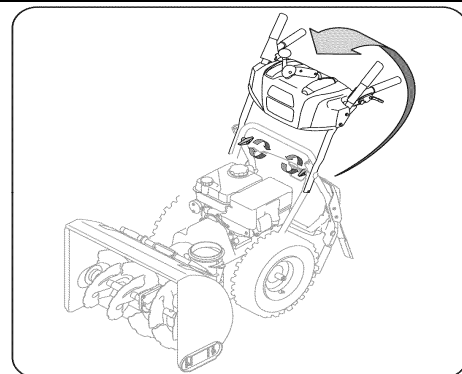

Рис. 1
- b. Потяните верхнюю ручку вверх и назад, как показано на Рис.1. Поворачивая ручку вверх, убедитесь, что оба конца центрального троса правильно расположены в кронштейнах. Совместите верхнюю ручку с нижней ручкой.